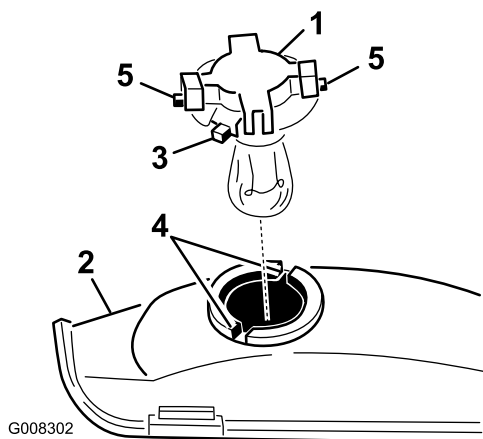

Figura 31
7. Ruotate il portalampada di 1/4 di giro in senso antiorario e toglietelo dal riflettore (Figura 31).
3. Allineate le linguette del portalampada (Figura 31) con le fessure del riflettore.